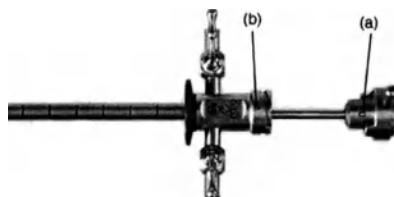

Рисунок 4: Установка obturator в тубус цистоскопа
1. Вставить obturator в тубус цистоскопа, совместить отметку «0» на obturatorе (a) с отметкой «0» на тубусе цистоскопа (b) (см. Рисунок 4).